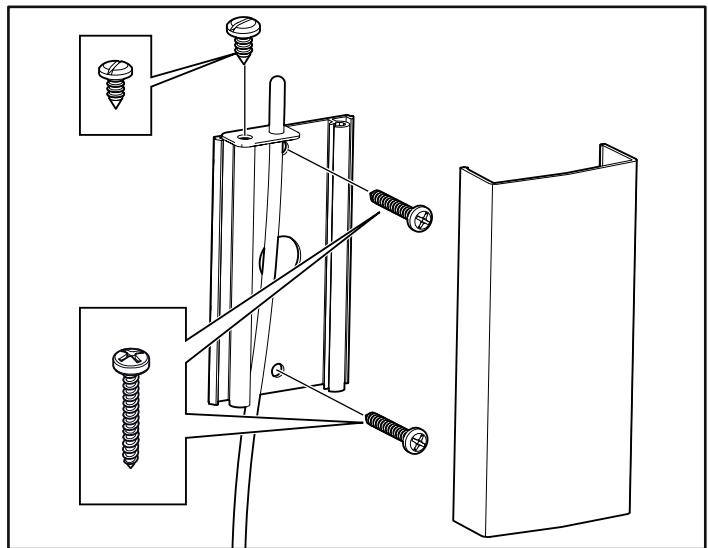
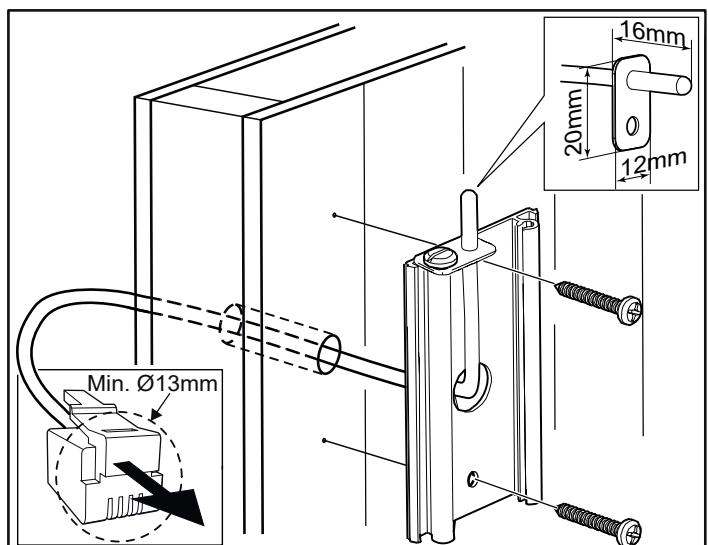

Fig 16: Montering av sensorn
Fig 17: Ledningsdragning genom vägg.
11. Montera sensorn på väggen se Fig 16. Termistorledningen kan även dras igenom väggen. Täta eventuella hål i väggen bakom sensorn, se Fig 17. Termistorledningen kan förlängas utanför bastun med svagströmsledning (2-ledare).